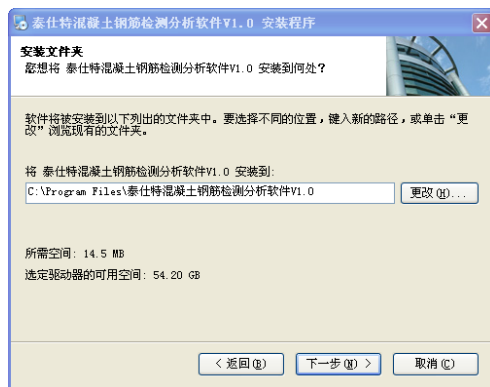
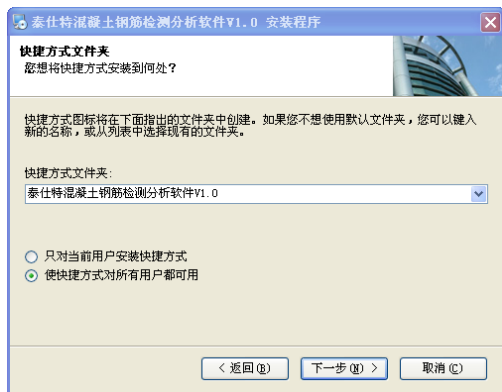

图 5-2-1
图 5-2-2
2、进入图 5-2-1 安装界面，在此界面点击**更改**可以更改程序的安装路径，点击**下一步**进入 5-2-2，点击**返回**则返回图 5-1-1 界面，点击**取消**则如图 5-1-3 界面。进入图 5-2-2 点击**下一步**则进入图 5-3-1，进行 USB 驱动程序安装。